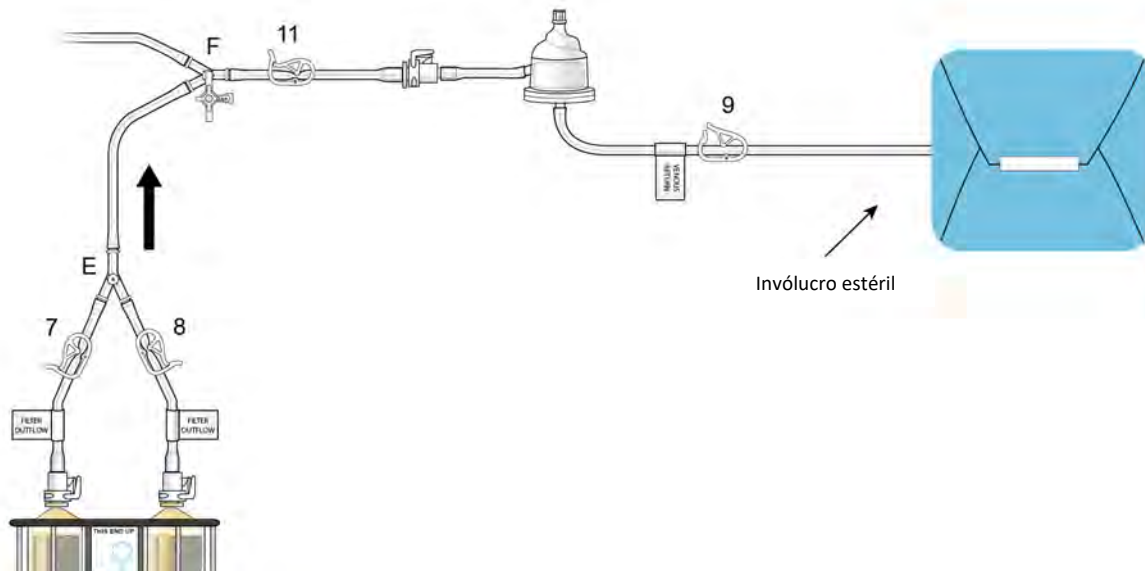

Figura 18
- (c) Ligue o conector rápido fêmea ao macho (“push and click”) localizado no clampe da saída (11), conforme ilustrado na Figura 18. Posicione o borbulhador no suporte do borbulhador mais alto do que os cartuchos do filtro.